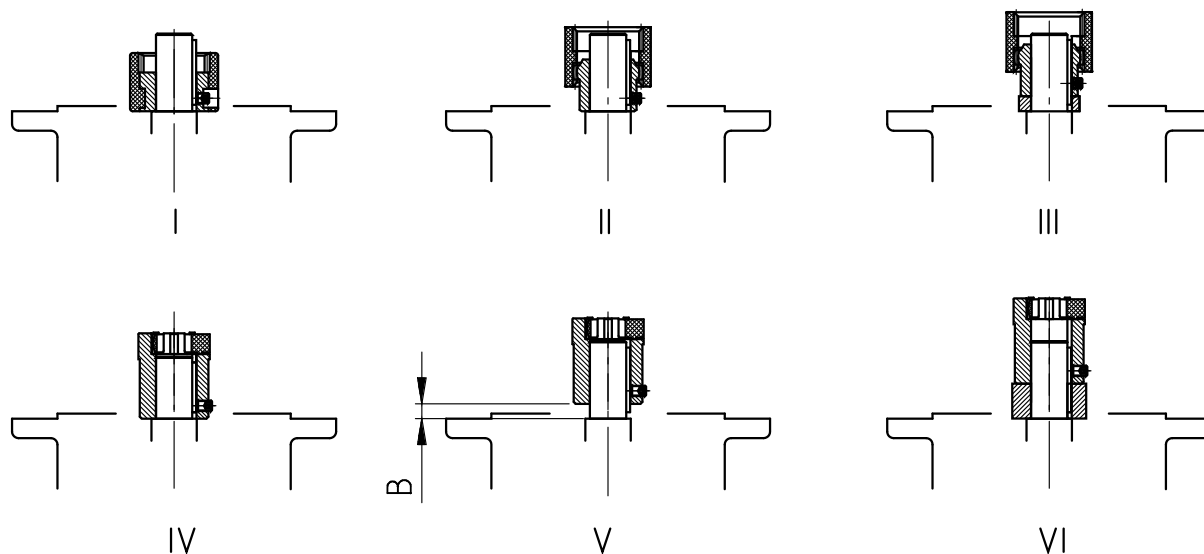

Figura 16: Montagem do acoplamento sobre o eixo do motor para diversas formas construtivas de acoplamento
3. Apoie a metade do acoplamento sobre o eixo do motor de modo que a chaveta esteja inserida na ranhura da metade do acoplamento. Insira a metade do acoplamento de acordo com as indicações do fabricante do motor. Nos redutores com engrenagens helicoidais padrão, observe a dimensão B entre a metade do acoplamento e o encosto (vide "Figura 16"). Em alguns **adaptadores NEMA** a posição do acoplamento deverá ser ajustada de acordo com a informação na etiqueta adesiva.
4. Monte a chaveta fornecida (veja "Figura 16: Montagem do acoplamento sobre o eixo do motor para diversas formas construtivas de acoplamento").
8. Monte o motor no adaptador. Para isso, monte também a coroa dentada fornecida em conjunto. (veja Figura 16: Montagem do acoplamento sobre o eixo do motor para diversas formas construtivas de acoplamento). Nos adaptadores AN360TC e AN400TC primeiro fixe o flange adaptador no motor e depois aparafuse o motor ao adaptador.